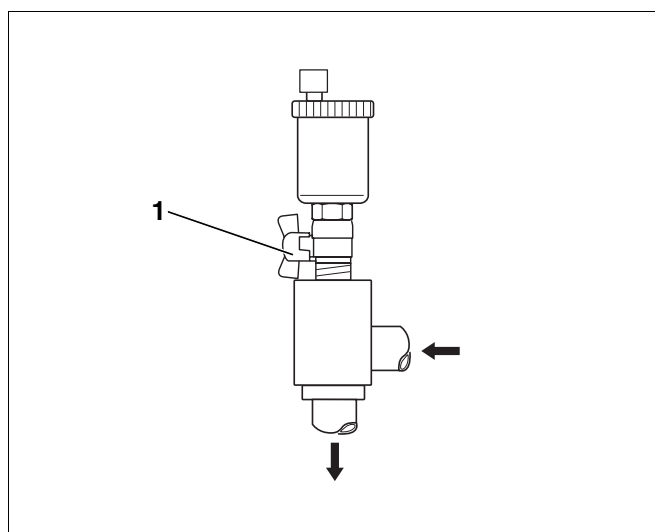

Fig. 17 Purgador automático
- ▶ Una vez finalizado el proceso de purga, es imprescindible cerrar de nuevo la llave esférica (fig. 17, **pos. 1**) del purgador.